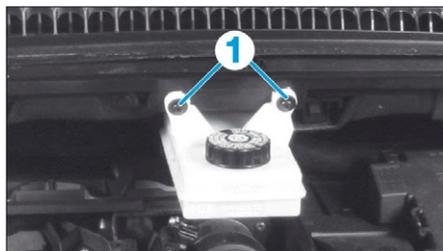

FIG. 17
- les vis du réservoir déporté (1) (Fig.17),